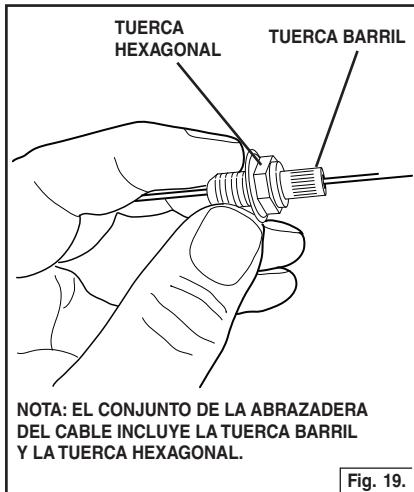

Fig. 19.
- Pase los cables de seguridad por los brazos de soporte e introduzcalos en los soportes de cables como se muestra en la Fig. 19. Repita el procedimiento para cada unidad motriz.
- Presione el conjunto de la abrazadera hasta la parte superior de la campana mientras presiona la tuerca barril hacia abajo. Fig. 19.